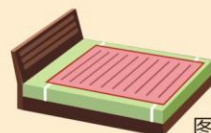

图3
3、选用的带松紧带的电热毯：将电热毯四角上的松紧带直接套在床垫四角上，以防电热毯折皱使用引起局部过热而损坏。图3